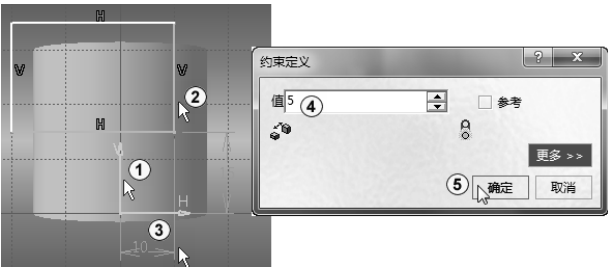

图 1-28 绘制矩形 2
按住〈Ctrl〉键，选择箭头所指的竖直坐标和一条竖直直线，如图 1-28 中①②所示。松开鼠标，向下移动到适当距离单击，完成尺寸 10 的标注，如图 1-28 中③所示。双击尺寸 10，系统弹出“约束定义”对话框，在“值”文本框内输入 5，如图 1-28 中④所示。单击“确定”按钮，如图 1-28 中⑤所示。